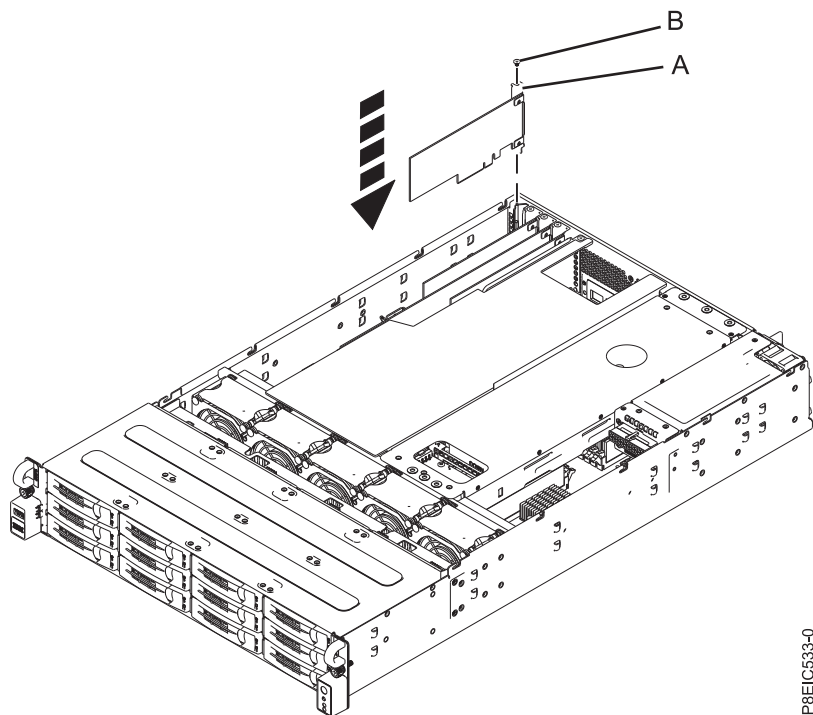

図 42. PCIe アダプター (A) とねじ (B) の取り付け
- 8. 保持ねじ **(B)** を挿入し、ねじを締めて、PCIe アダプターをシステムに固定します (68 ページの図 42 を参照)。